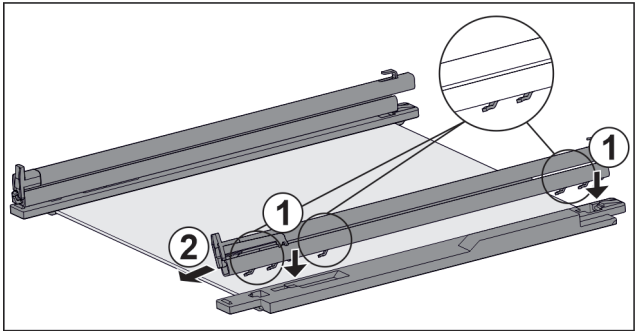

Fig. 137 带轨道和固定件的玻璃隔板
- ▶ 将轨道的挂钩放到左侧固定件的孔上。 Fig. 137 (1)
- ▶ 向前拉轨道。 Fig. 137 (2)
- ▶ 将轨道的挂钩放到右侧固定件的孔上。 Fig. 137 (1)